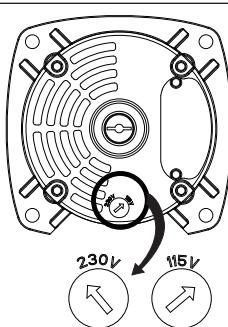

Figure 5 - Réservoir Chargé d'Avance
- Enlever le bouchon de vidange et le bouchon d'amorçage pour ventiler le système (Figure 5 à la page 16).